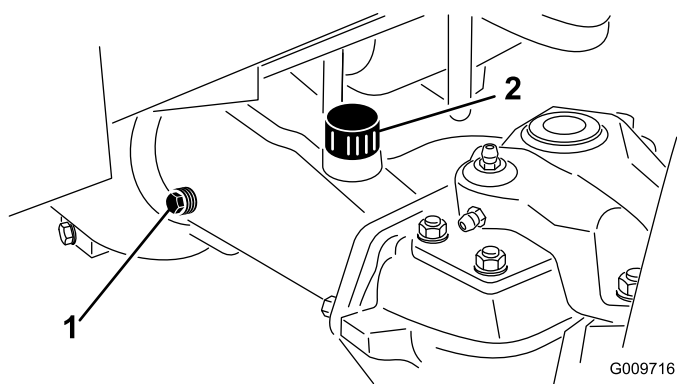

Figura 69
2. Retire un tapón de verificación de un extremo del eje (Figura 69) y asegúrese de que el lubricante llega al borde inferior del orificio. Si el nivel es bajo, retire el tapón de llenado (Figura 69) y añada suficiente